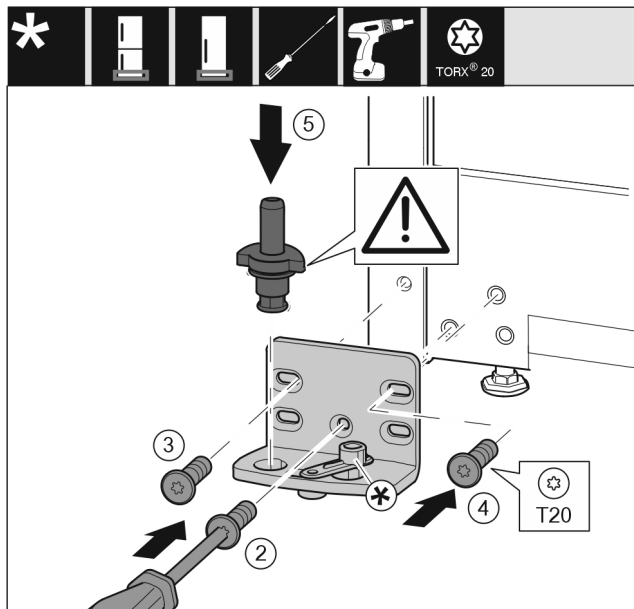

Fig. 17
- ▶ Vendosni bazamentin mbështetës në anën tjetër dhe mbërthejeni me ndihmën e një kaçavidë T20. Filloni me vidën 2 poshtë në mes. Fig. 17 (2)
- ▶ Mbërtheni fort vidën 3 dhe 4. Fig. 17 (3,4)
- ▶ Vendosni komplet në vend bazamentin mbështetës. Këtu bëni kujdes që gungat e kapjes të jetë të kthyer nga poshtë. Fig. 17 (5)